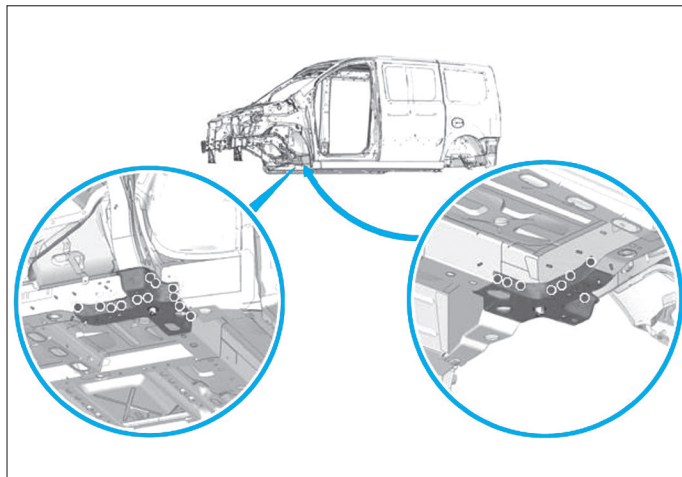

FIG. 3
- Souder par points bouchons (Fig.3).